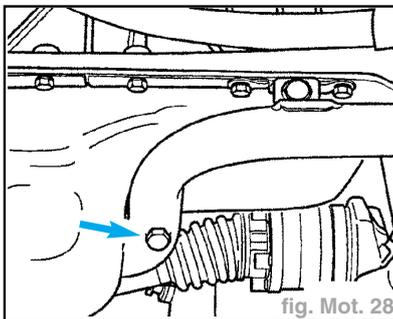

fig. Mot. 28
- Vidanger ensuite le liquide de refroidissement en dévissant la vis de vidange du tuyau avant de liquide de refroidissement (flèche) (fig. Mot. 28).